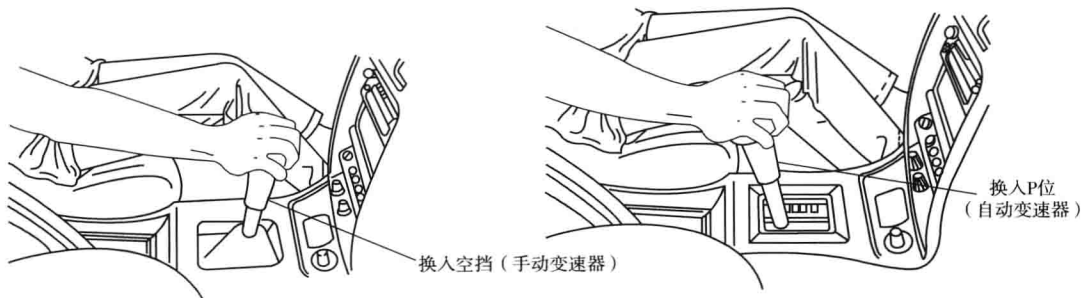

图 1-17 换入空挡或驻车挡
- (1) 汽车进入工位前,将工位清理干净,准备好相关的器材。
- (2) 将汽车停驻在举升机中央位置。
- (3) 拉紧驻车制动器操纵杆,并将变速杆置于空挡或驻车挡(P 位)位置,如图 1-17 所示。